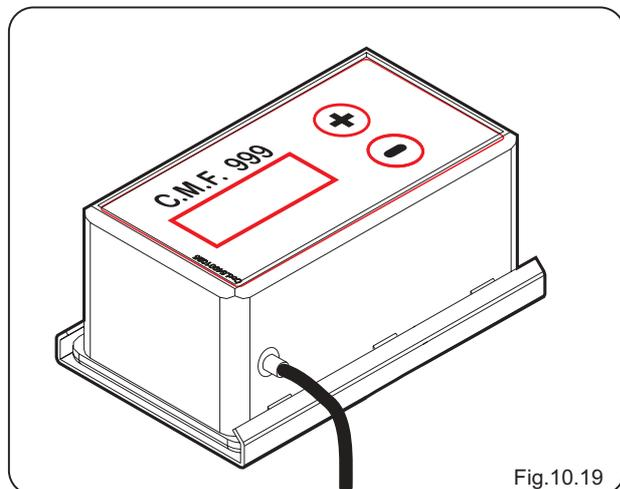

Fig.10.19
1. Faites glisser le support **1** du dispositif (Fig.10.19)
2. Ouvrez la partie arrière du conteneur **2** (utilisez un tournevis de coupe pour séparer le fond du conteneur) (Fig.10.19).